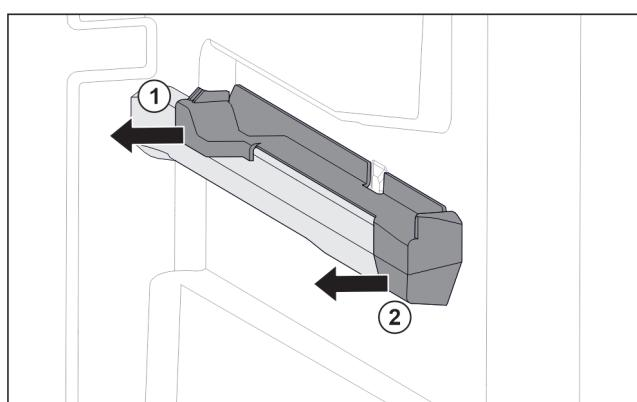

Fig. 108 Nasazovací díl na pravém žebrování na nádoby
- Stáhněte nasazovací díl vzadu na stranu. Fig. 108 (1)
- Stáhněte nasazovací díl vpředu na stranu. Fig. 108 (2)